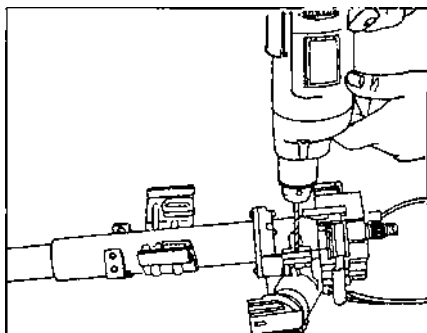

Рис. 6.35.
- высверлить до шайб сверлом диаметром 6,5 мм головки специальных болтов крепления корпуса замка зажигания к верхней части рулевой колонки (рис. 6.35);